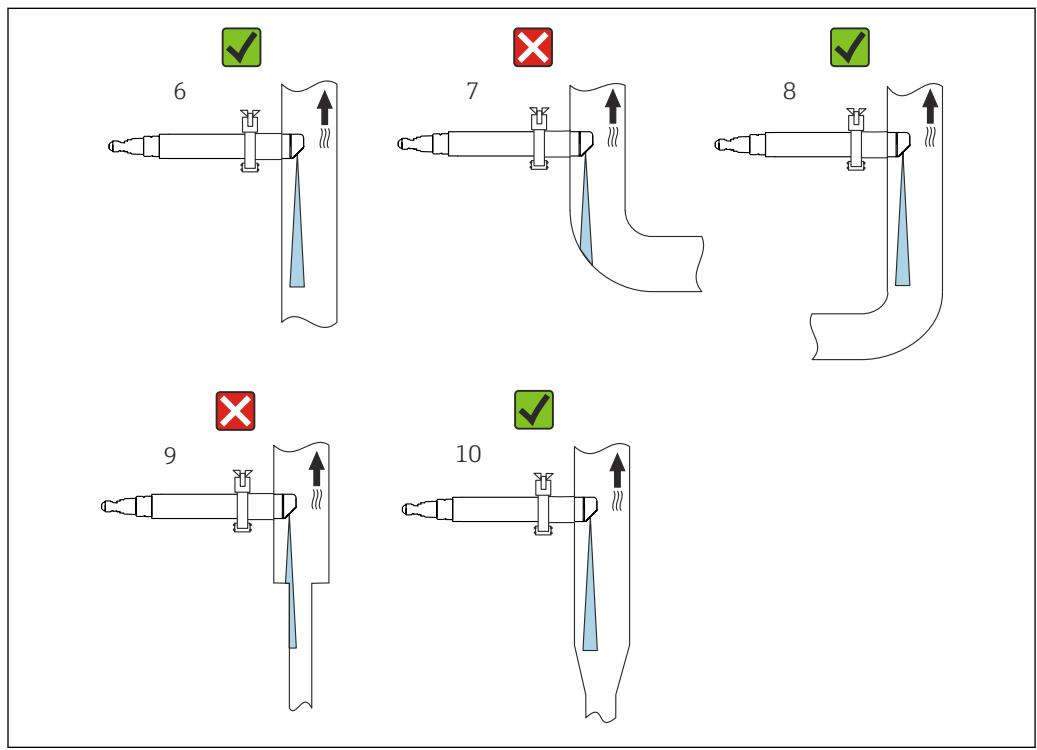

图 9 管道和安装支架的安装方向
- 选择传感器安装位置，使得光束不会发生反射→ 图 9, 图 10 (图号 6)。